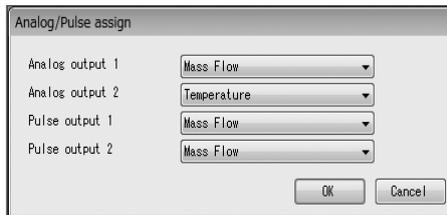

図34
- ① メニューの「Setup(S)」>「Outputs」>「Analog/Pulse assign」をクリックします。
- ② 次のウィンドウ(図34)が表示されます。ここではアナログ出力1, 2及びパルス出力1, 2の割付け(アサイン)を行います。